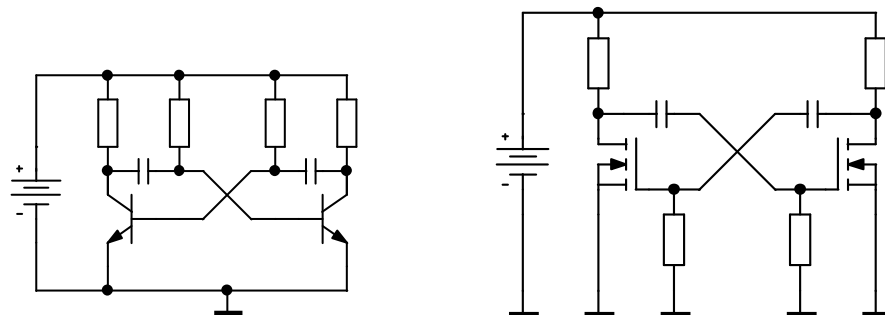

Abbildung 8: Astabiler Multivibrator, links mit bipolaren Transistoren, recht mit MOSFETs.
**Der astabile Multivibrator:** Die Kombination instabil–instabil wird ständig zwischen den beiden Zuständen hin und her wechseln, die Schaltgeschwindigkeit ist durch die typischen Zeitkonstanten in der Schaltung definiert. Man verwendet solche astabilen Multivibratoren zur Erzeugung von Rechteckspannungen. Die bekannteste (symmetrische) Schaltung dafür ist in Abbildung 8 skizziert.
Abbildung 9: Astabiler Multivibrator mit bipolaren Transistoren (Schaltung der Abbildung 8 links), oben die Kollektor-Emitter-Spannung, unten die Basis-Emitter-Spannung an einem der beiden Transistoren.